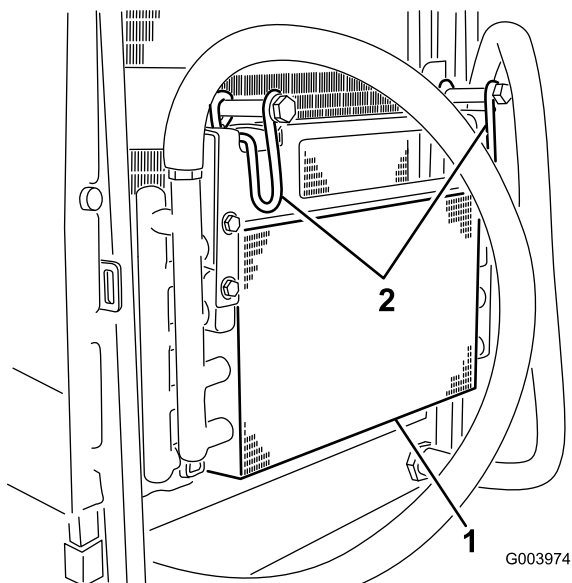

Figura 49
6. Girate il fermo verso l'interno per rilasciare il radiatore dell'olio (Figura 49).